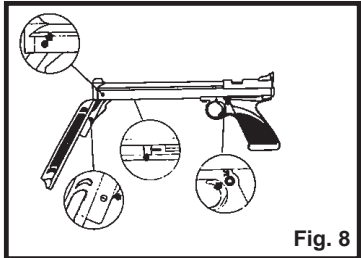

Fig. 8
- Su pistola de aire funcionará correctamente durante más tiempo si la aceita cada 250 tiros. Ponga 1 gota de aceite Crosman 0241 Pellgunoil® en la copa de la bomba y en la palanca de la misma (Fig. 8).